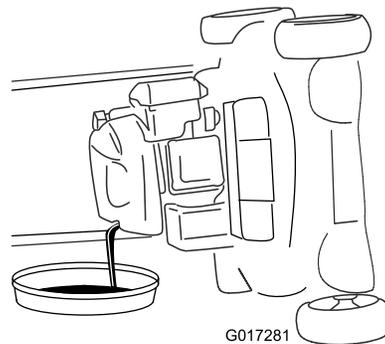

Рисунок 31
4. Для слива отработанного масла через маслозаливную горловину переверните машину набок (чтобы воздушный фильтр был сверху) (**Рисунок 31**).